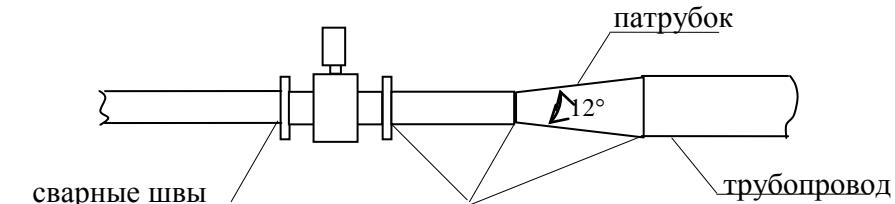

Рисунок 1
- внутренний диаметр трубопровода в месте разрыва должен быть равен  $D_u$  преобразователя с отклонением, не превышающим отклонение на внутренний диаметр стандартных труб по ГОСТ 8732-78; если отклонение диаметра превышает оговоренное ГОСТ 8732-78, то между преобразователем и трубопроводом следует приварить, выполняя требования к соосности, конические патрубки конусностью не более  $12^\circ$  (см. рисунок 1); допускается использовать вместо конических патрубков концентрические переходы по ГОСТ 17378-2001;